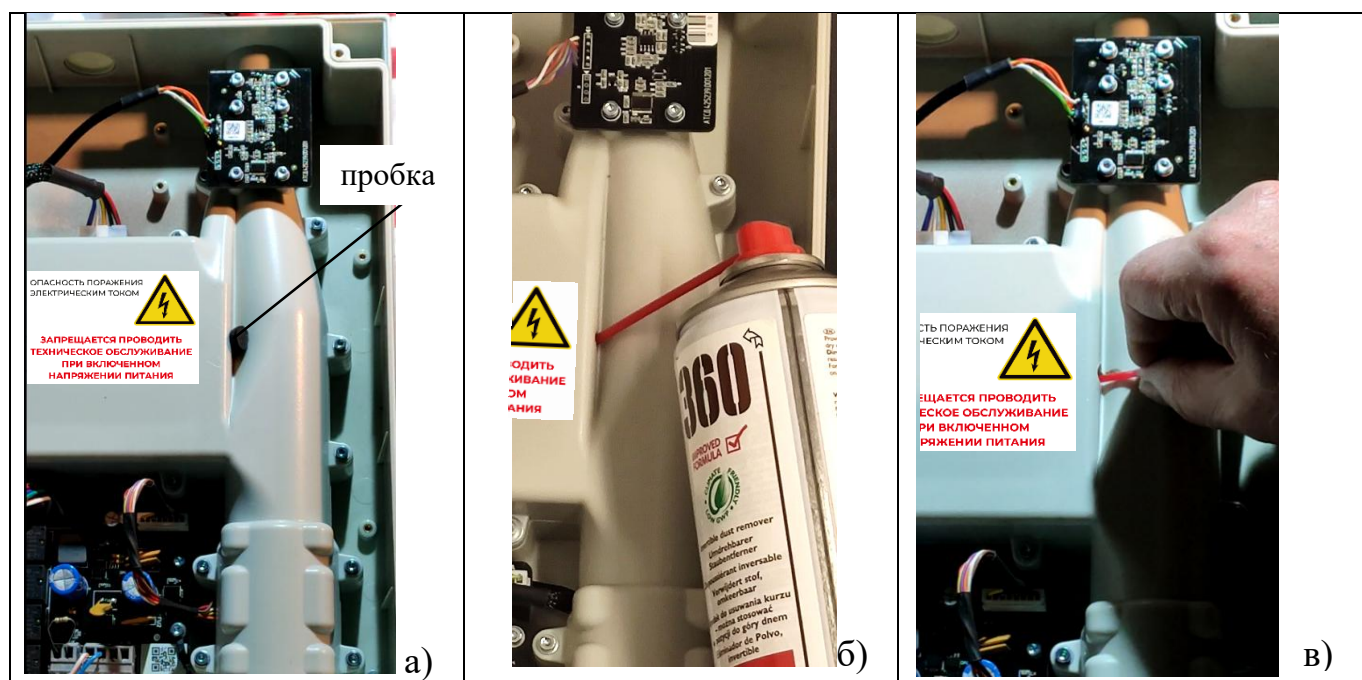
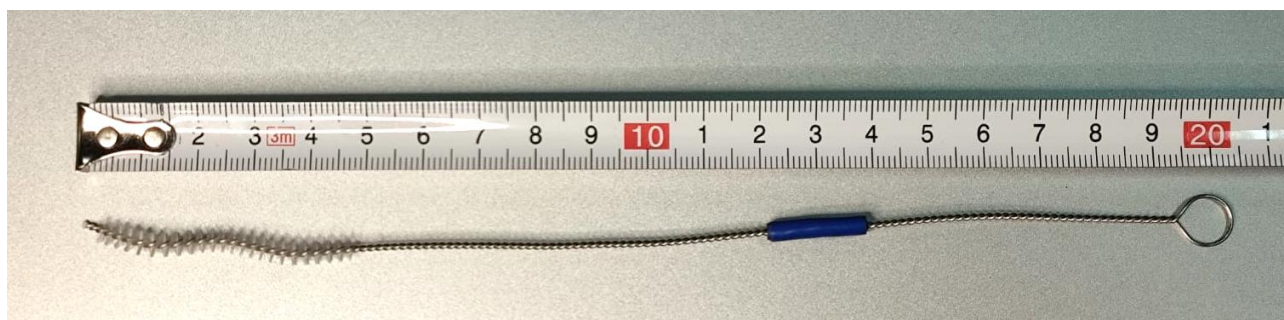

Рисунок 22 – Чистка измерительной трубки датчика дыма
Рисунок 23 – Ершик для чистки измерительной трубки датчика дыма
8.4 Для чистки измерительной трубки датчика дыма необходимо снять переднюю крышку извещателя и отключить напряжение питания извещателя. Вынуть пробку из отверстия на воздушном канале (рис. 22 а), вставить в отверстие изогнутую трубочку баллона на 30 – 35 мм под углом 40° (рис. 22 б). Изменяя положение трубки сделать 4 - 5 пуска сжатого воздуха с промежутками по несколько секунд. Далее при помощи ершика с диаметром щетки 4 – 5 мм и диаметром ручки не более 1 мм необходимо очистить стенки разрядной области измерительной трубки. Покрытая щетиной часть ершика должна быть изогнута для более эффективной чистки стенок трубки (рис. 23). Ершик вставляется на длину 50 – 60 мм и далее на длину 100 – 120 мм. Движениями влево – вправо с поворотами вокруг его оси производится чистка зарядной области трубки и разрядной области трубки (рис. 22 в). Необходимо использовать сухие чистые ершики.